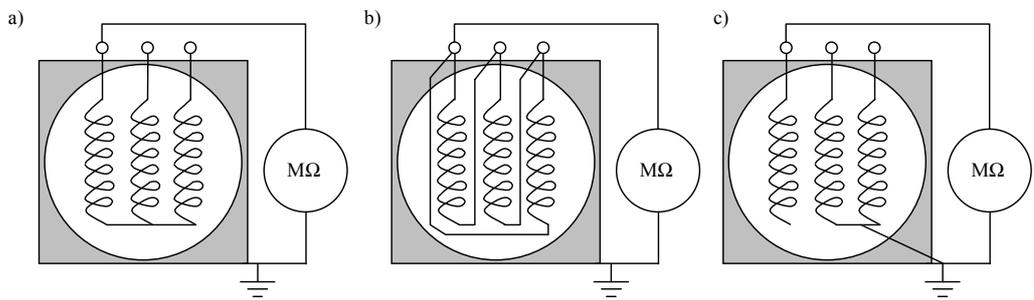

图 7-7 测量绝缘电阻时定子绕组的连接
- 检查变流器 (CT) 的次级连接（包括备用芯）是否打开。请参阅；请参阅图 7-7 测量绝缘电阻时定子绕组的连接。
绝缘电阻的测量应该在接线盒内进行。绝缘电阻的测量应该在接线盒内进行。通常，测试针对整个绕组整体进行，在此情况下，电阻计连接于设备框架和绕组之间，参见图 7-7 测量绝缘电阻时定子绕组的连接。设备框架需接地，定子绕组的三相也应保持在中性点的连接，参见图 7-7 测量绝缘电阻时定子绕组的连接。
如果整个绕组的绝缘电阻测量值低于指定值，且相绕组很容易彼此断连，则也可以单独测量每相的电阻。这对于有些设备是不可行的。在此测量过程中，测试器连接于设备的框架和一个绕组之间。应将框架和两个未测试的相位接地，参见图 7-7 测量绝缘电阻时定子绕组的连接。